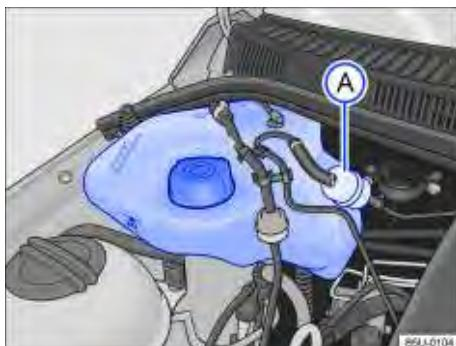
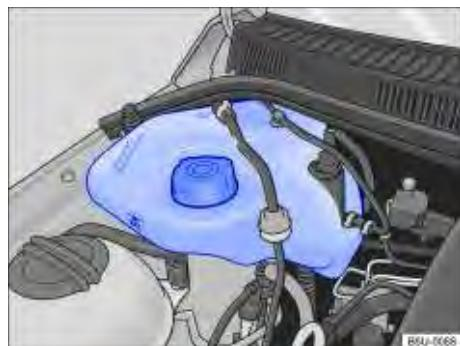

Fig. 130 No compartimento do motor: reservatório de gasolina para o sistema de partida a frio para motores 1.0.
Fig. 131 No compartimento do motor: reservatório de gasolina para o sistema de partida a frio para motores 1.6.
O reservatório de gasolina do sistema de partida a frio encontra-se no compartimento do motor, no lado direito ⇒ Fig. 130 ou ⇒ Fig. 131.
Para os veículos com motor 1.0, o filtro do reservatório de gasolina do sistema de partida a frio ⇒ Fig. 130 (A) deve ser trocado de acordo com os intervalos de manutenção indicados no → cADERNO *Manutenção e garantia*.
- Nunca ultrapassar a marca "MAX" indicada no reservatório ⇒ Fig. 130 ou ⇒ Fig. 131.